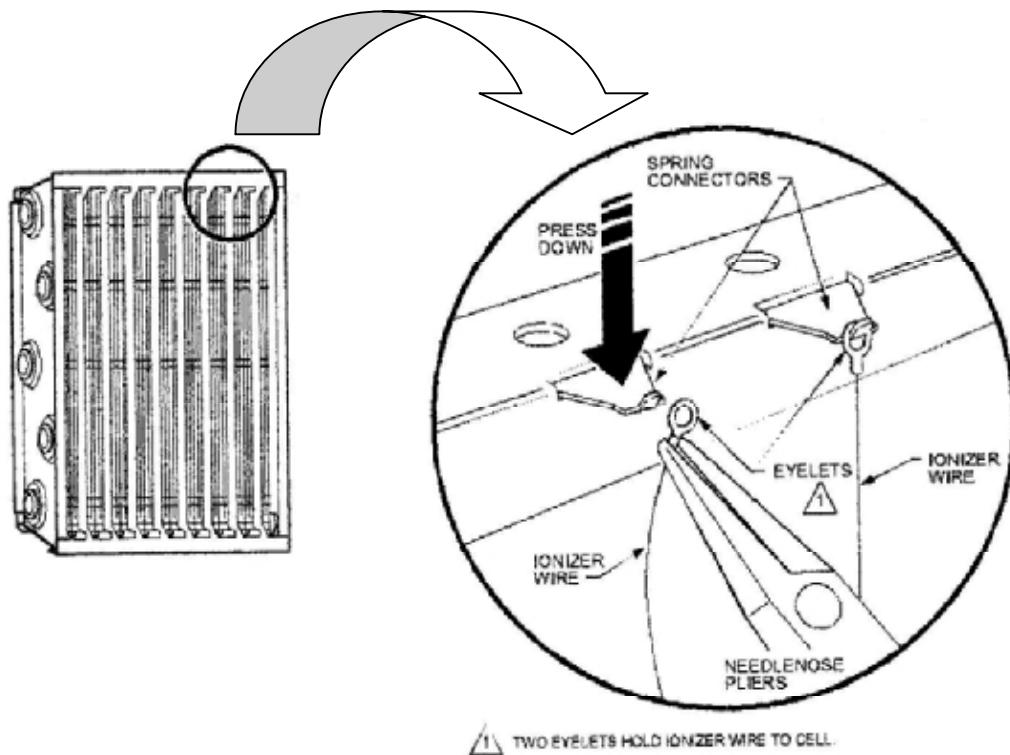

图14. 安装新电离线，将小孔钩住弹簧接头
1. 电离线一端的小孔将钩住电子单元一端，见图14。小心破坏弹簧连接器或电子单元其他部分。